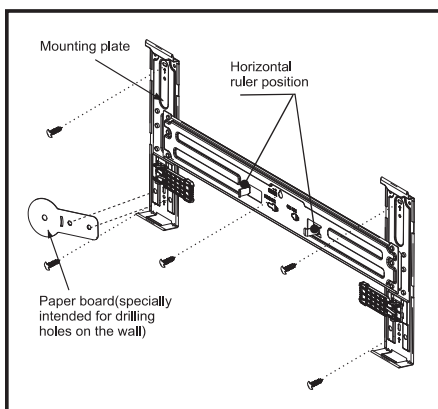

Fig. 1
- 6) Bashkoni 2 vrimat e shabllonit prej letre me 2 vrimat e pllakës së montimit siç tregohet në Fig. 1.